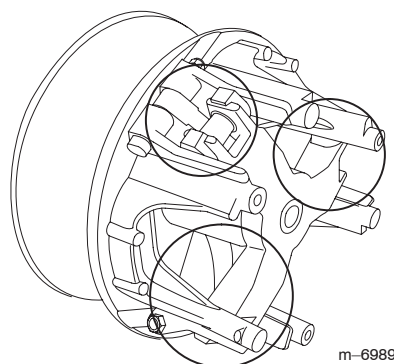

**Figura 56**
5. Lubrifique as peças móveis nas áreas assinaladas com um círculo na figura 56 utilizando o Dry Lubricant Spray da Toro, disponível no revendedor ou distribuidor autorizado Toro.